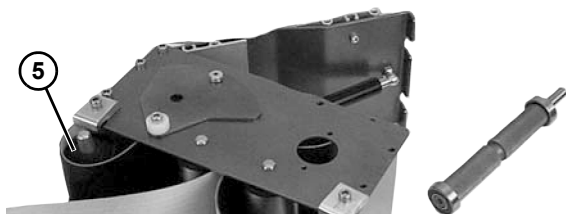

Figura 52
- a. de transportador de 2" (44 mm), 3" (70 mm) o 4" (95 mm) de ancho; desprender el clip en forma de anillo (Fig. 51, parte 2). Retirar eje de la polea (Fig.51, parte 3) y removerla (Fig.51, parte 4). en transportadores de 5" (127 mm) o de mayor ancho; oprimir ambos lados del eje de tensión a resortes y retirar la polea (Figura 52, parte 5).